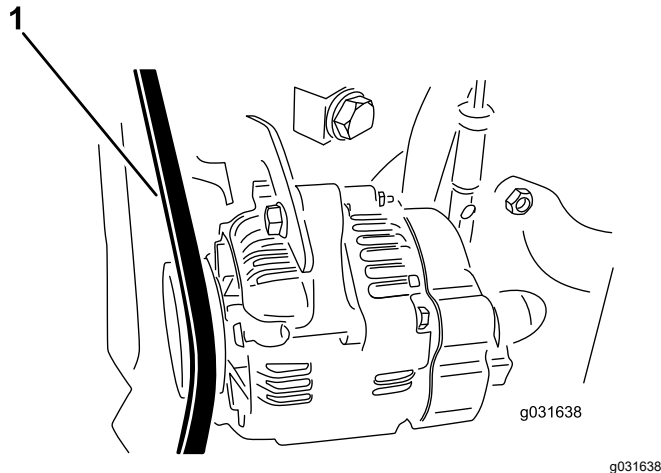

图 61
2. 向交流发电机皮带的两个皮带轮中间位置施加 30N 的力量图 61。